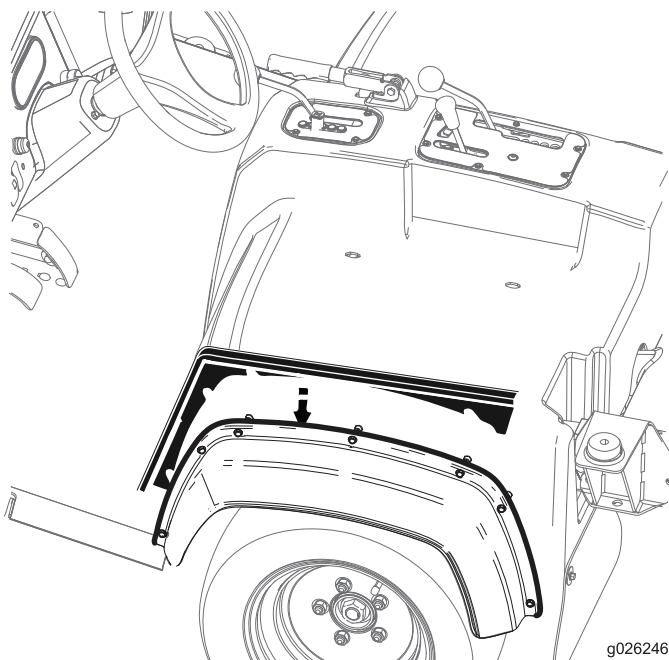

Figura 24
2. Fissate i pannelli della piastra laterale tra la copertura del sedile e i paraurti laterali come illustrato in Figura 24.